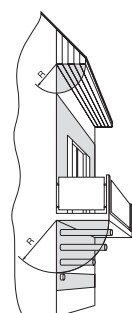

рис.20 Навесы
a) противоположное расположение, т.е. от конца вывода (границы концевой корзины) на одном фасаде к другому фасаду (рис. 20 - 22):
В пространстве непосредственно под навесами тоже можно расположить выходы, но лишь в том случае, если трубопровод удлиняется так, чтобы его горизонтальная длина от фасада доставала, по меньшей мере, до окружности, описанной от общей грани навеса и фасада с радиусом „R“ (рис. 20 - 22)